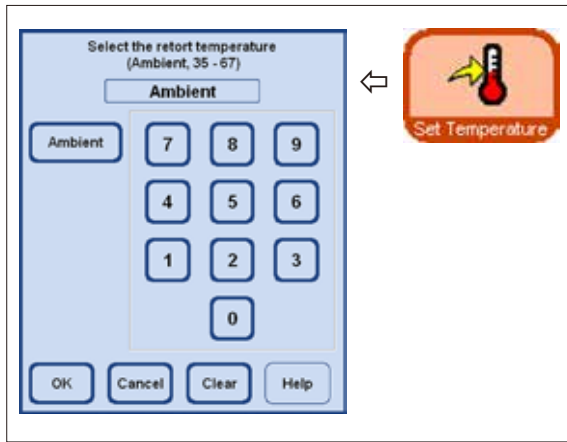

Fig. 132
- Temperatura retortei poate fi setată pe ecranul inteligent. Pentru a face acest lucru, apăsați butonul **SET TEMPERATURE** (SETARE TEMPERATURĂ) și apăsați fereastra de introducere **SELECT THE RETORT TEMPERATURE** (SELECȚAȚI TEMPERATURA RETORTEI) (Fig. 132).